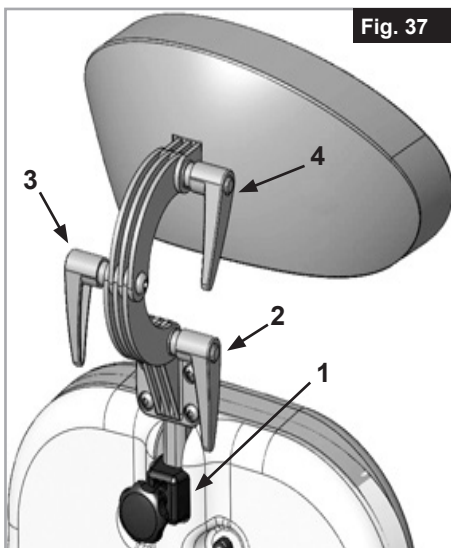

Fig. 37
El reposacabezas puede elevarse (1) y moverse hacia adelante y atrás., (2-3-4). Para ello, afloje las correspondientes palancas, ajuste el reposacabezas hasta alcanzar la posición deseada, y vuelva a ajustarlas (Fig. 37).